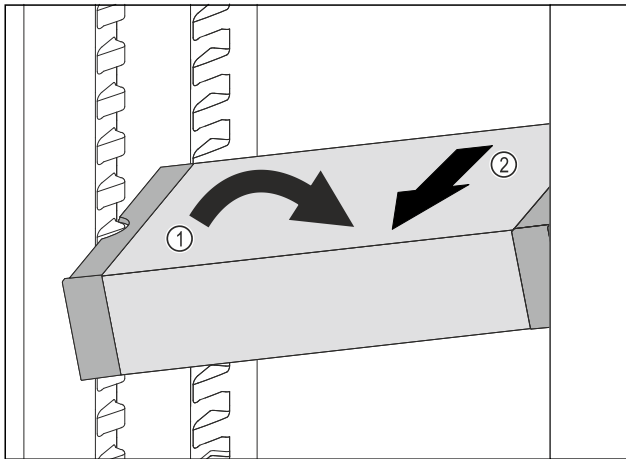

Fig. 96
- Impostare il vano frigorifero di VarioSafe ad angolo. Fig. 96 (1)
- Rimuovere VarioSafe tirando in avanti. Fig. 96 (2)